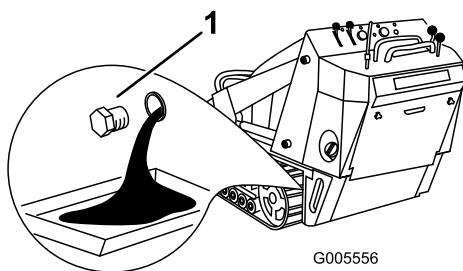

Figura 36
- Togliete il tappo di spurgo (Figura 36).